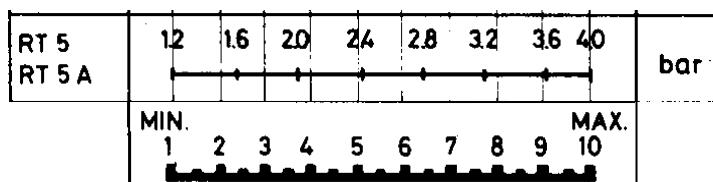

Рис. 5
- вращайте регулятор (1) до тех пор, пока указатель (2) не достигнет значения давления, с которого начнёт работать горелка;
- снять крышку реле давления и поставить барабан (3) на выбранном значении для дифференциала (горелка остановлена) на основе диаграммы на Рис. 5.